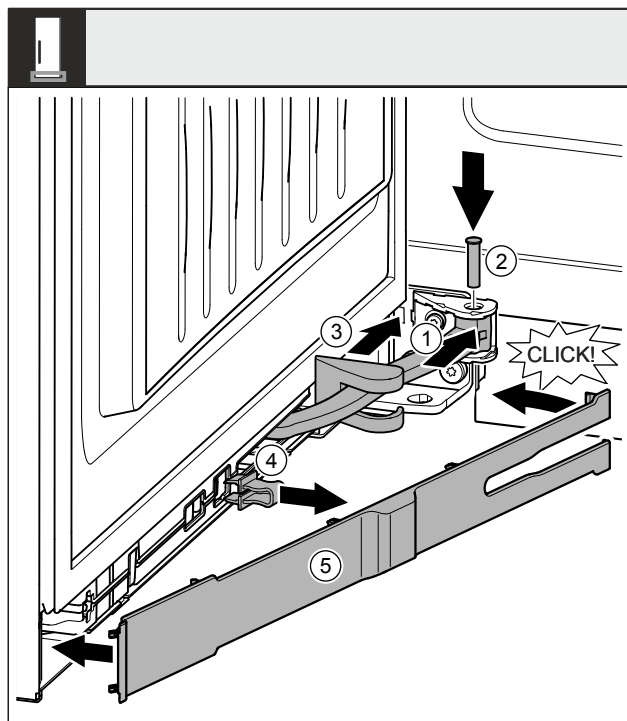

Fig. 50
- Otočte kloub Fig. 50 (1) v závěsu.
- Šroubovákem vložte čep Fig. 50 (2) do závěsu a kloubu. Přitom dávejte pozor, aby byla zajišťovací vačka správně usazena v drážce.
- Posuňte kryt stojanu ložiska Fig. 50 (3) podél kloubu a namontujte nad závěsem.
- Pojistku Fig. 50 (4) vytáhněte.
- Záslepku Fig. 50 (5) na straně madla nasadíte a sklopte.